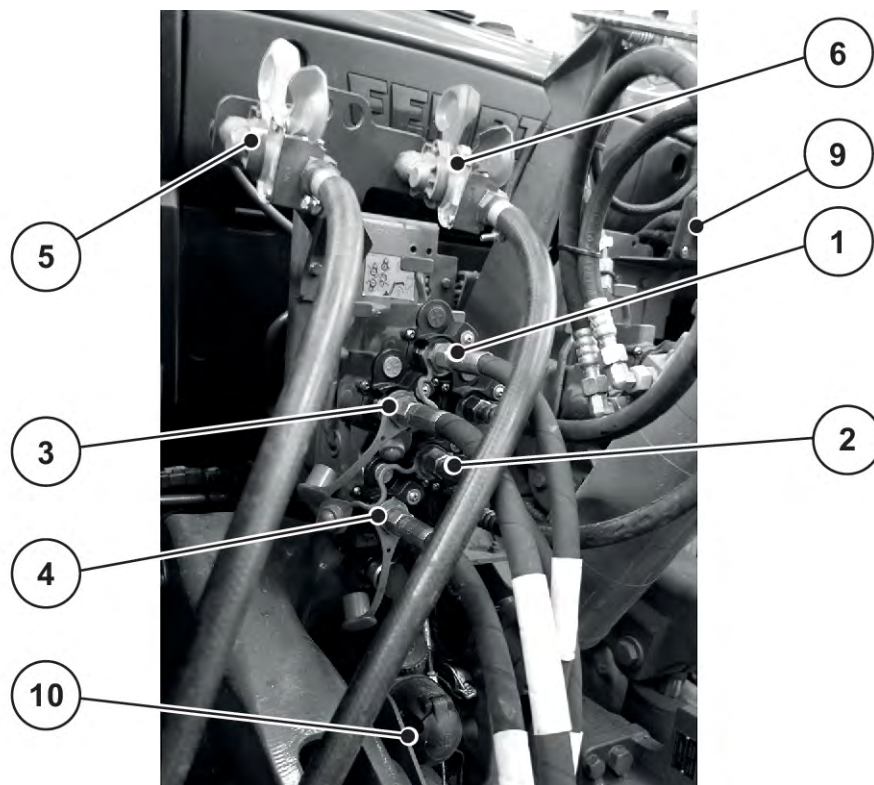

Рис. 23: Порядок підключення ліній машини до трактора
Див. Рис. 23
- ▶ Зверніть увагу на порядок підключення: Див. *Рис. 23 Порядок підключення ліній машини до трактора*